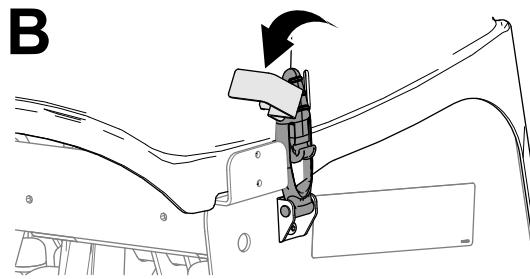

Figure 149
1. Si la machine est équipée de verrous CE, desserrez le boulon de la plaque de verrouillage jusqu'à ce qu'elle sorte de la fente dans le côté du capot de la tête d'aération (Figure 149).
2. Faites pivoter la plaque de verrouillage pour l'écartez du verrou (Figure 149).